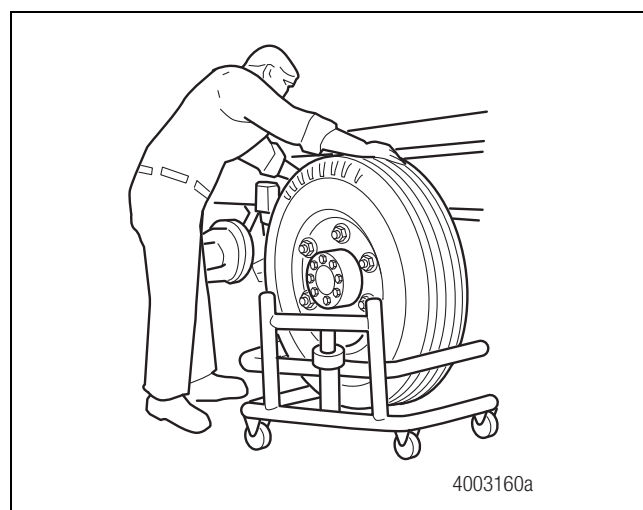

Figura 3.2
4. Desmonte el conjunto del neumático y rueda, siguiendo los procedimientos especificados por el fabricante de la rueda. Figura 3.2.